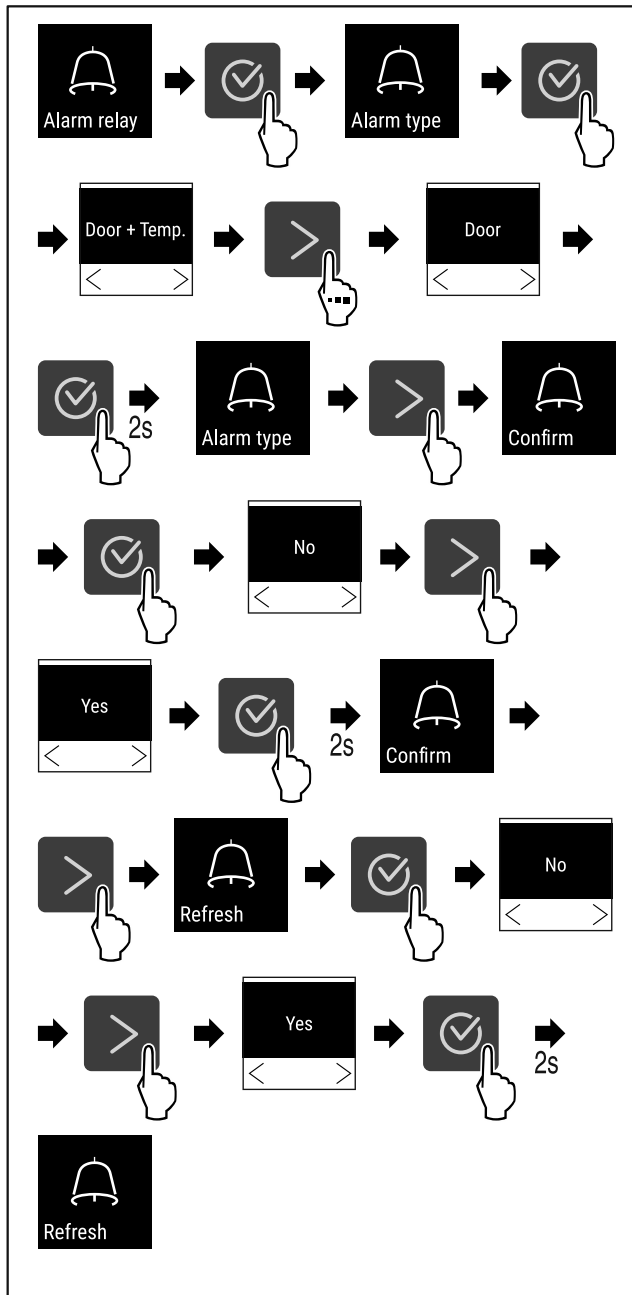

Fig. 145
- ▶ Провести етапи операцій (див. Fig. 145).